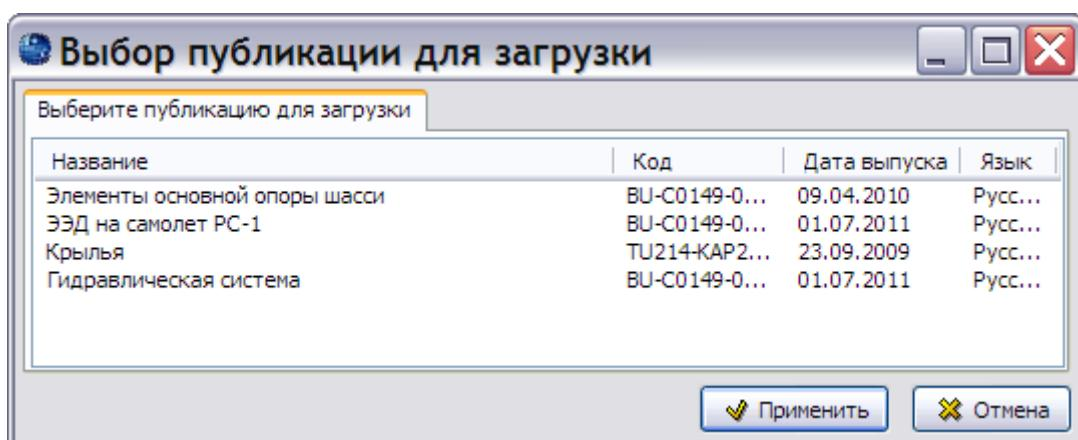

Рис. 221
3. Запустите файл TGBrowser.exe, после этого откроется окно **Выбор публикации для загрузки** (Рис. 221).
Для перехода к просмотру другой публикации нажмите на кнопку **Выбор публикации**, которая появляется на панели инструментов при просмотре мультипубликаций, или нажмите комбинацию клавиш CTRL+ALT+S. В открывшемся окне **Выбор публикации для загрузки** выделите публикацию для просмотра и нажмите на кнопку **Применить** (Рис. 221).